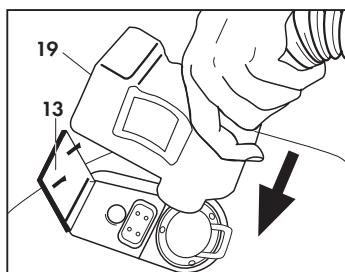

Fig. 6
Fermer le volet de la prise des accessoires (13) sur le corps de la fixation rapide en vous assurant que les deux éléments s'accrochent. (Fig. 6)